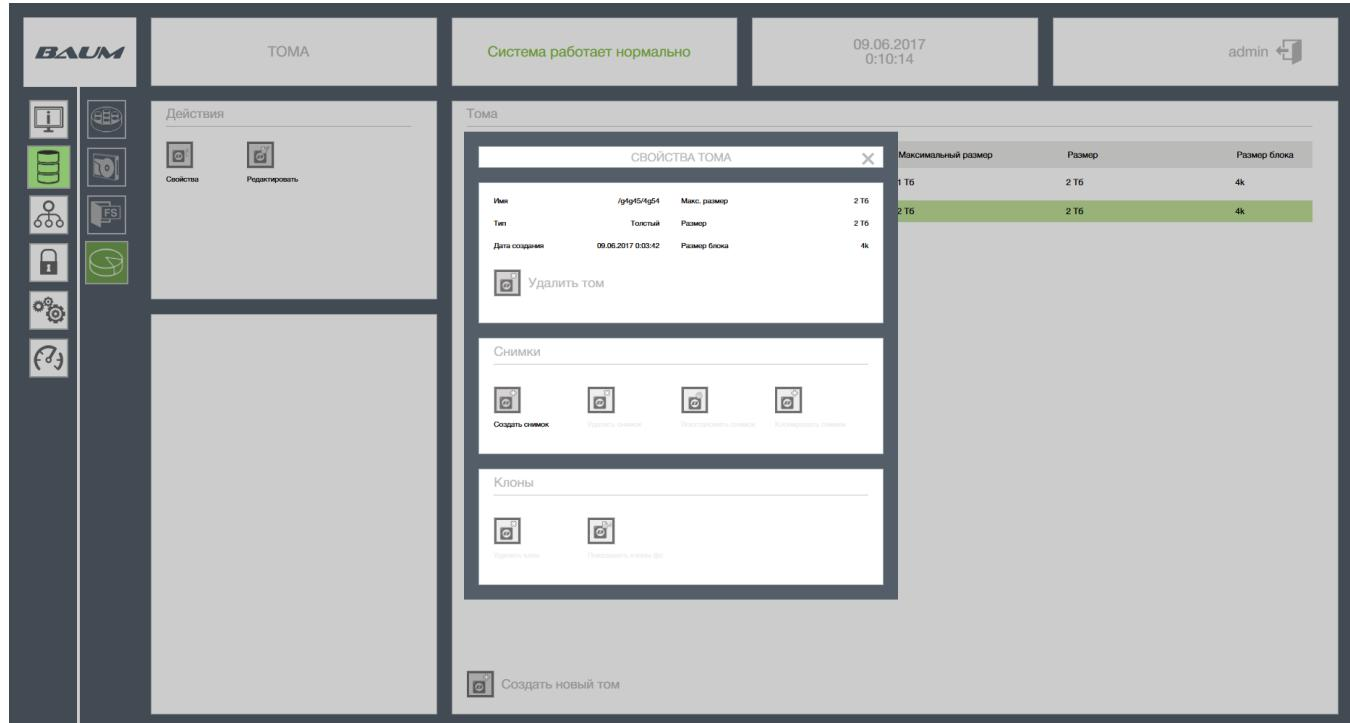

Рисунок 51 – Свойства Тома
- 2) В правой части области нажать на кнопку «Свойства» (см. Рисунок 51).